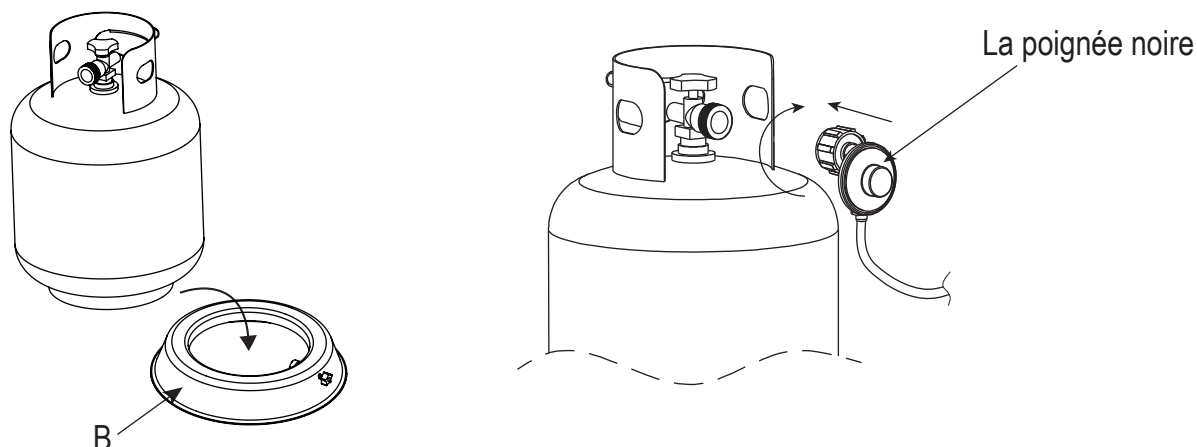

Figure 4
4. Placez le réservoir de gaz dans le siège du réservoir (B), connectez le régulateur, vissez la poignée noire dans le sens des aiguilles d'une montre pour serrer, tournez la poignée noire dans le sens inverse des aiguilles d'une montre pour retirer. Le tuyau ne doit pas être retourné. Le bouton du panneau de commande est tourné à fond en position « OFF » lorsque le foyer n'est pas utilisé (voir la figure 4).